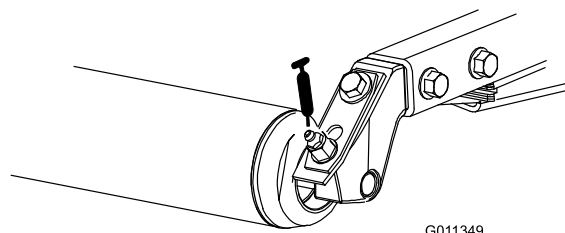

Figura 43
- Rolamentos do rolo traseiro (2 por cada unidade de corte) (Figura 43)
Nota: Os bocais de embeber nos rolamentos (Figura 43) necessitam de um adaptador de bico de pistola de pulverização. Encomende a peça nº 107-1998 da Toro ao seu distribuidor autorizado Toro.